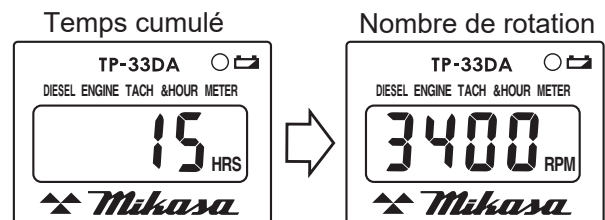

Figure 14. Horomètre/tachymètre (nombre de rotations)
6. Lorsque le moteur est en marche, l'affichage du horomètre/tachymètre affiche le « numéro de rotation » (Figure 14).